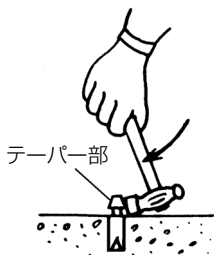

図 9
- (5) 手ハンマなどでアンカーのテーパ部を折り取ります。(図 9)